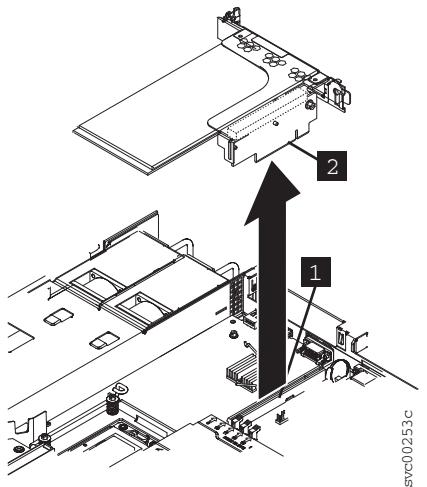

図 222. SAN ボリューム・コントローラー 2145-CG8 または 2145-CF8 用の高速 SAS ライザー・カード・アセンブリの取り外し
9. アダプター・アセンブリの後部レールの留めねじを取り外した後、図 222 に示すように、ライザー・カード・アセンブリの後端をつかみ、アセンブリを持ち上げて取り外します。